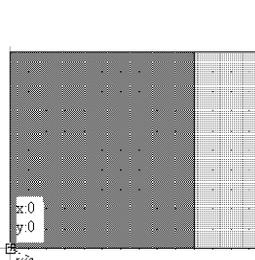

Рис. 4.26
3. Не отпуская клавишу **Ctrl**, нажмите левую кнопку мышки (соответствующее изображение показано на рис. 4.26) и, не отпуская её, двигайте курсор к верхнему левому углу проводника, пока другой квадрат появится на этом углу (рис. 4.27). Отпустите кнопку мышки и клавишу **Ctrl**. Добавленный порт показан на рис. 4.28.